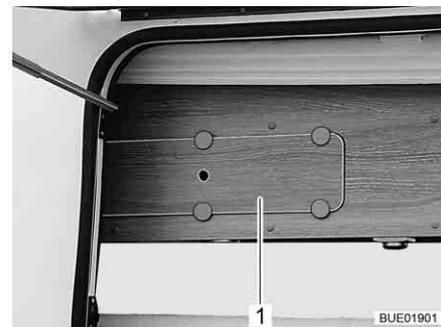

Fig. 178 Cubierta en el armario de pared
- Retirar la cubierta (Fig. 178,1).